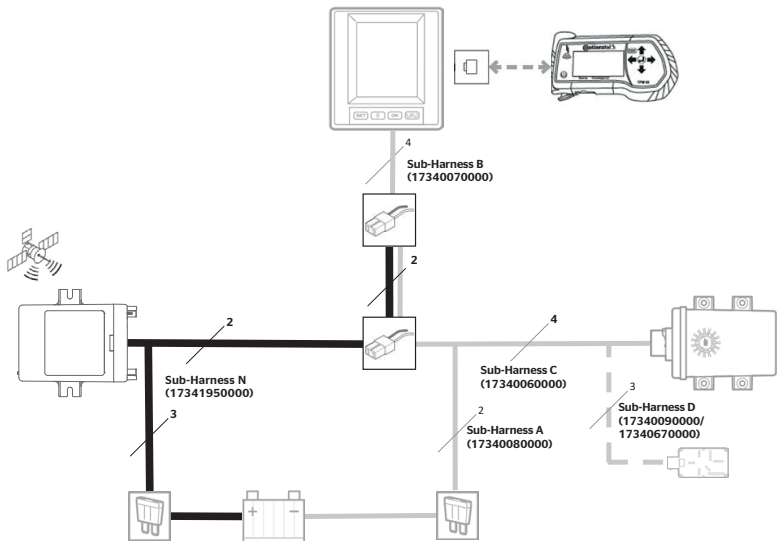

Fig. 1: Variant A
- ◆ Anslut kabelknippe N som visas på. **"Fig. 1: Variant A"**